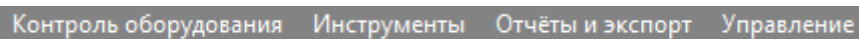

Рисунок 3
- **основное меню программы (Рис. 3),**